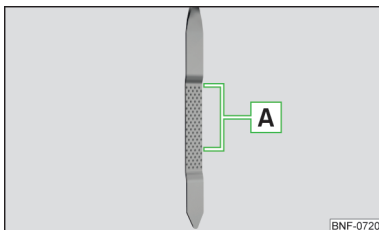

Рис. 139
Рівень оливи повинен знаходитися у секторі » Рис. 139. Якщо рівень масла нижче діапазону , поповнити масло.
- Рівень оливи у жодному разі не має знаходитися нижче сектора » Рис. 139, існує небезпека пошкодження двигуна і системи відпрацьованих газів.